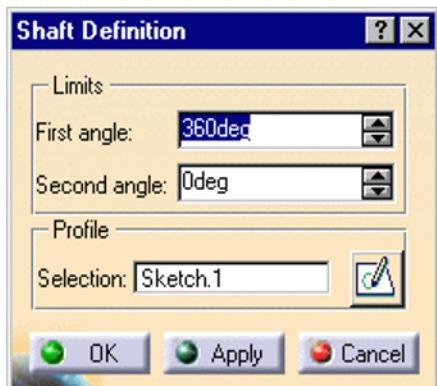

Fig.18. Dialogul **Shaft Definition**
- În dialogul **Shaft Definition** (fig.18) se introduc valorile 360° în câmpul **The First Angle**, 0° pentru **Second Angle**;